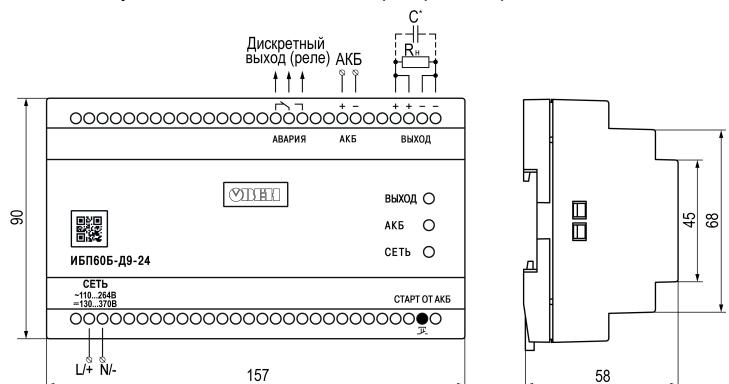

Рисунок 1 – Габаритные размеры и подключение прибора
- Убедиться в наличии свободного пространства для подключения прибора и прокладки проводов (см. рисунок 1). Подготовить место на DIN-рейке.